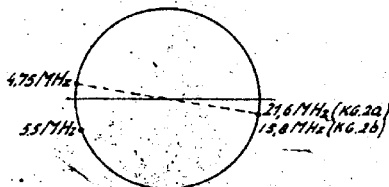

Fig.4
A. De M.F. Kringen. (zie fig.4).
B. De H.F. - en Oscillatorkringen (zie fig.4 en 5.)
3. Wijzer installeren op het trimpunt voor 21,6 MHz (zie fig.4). Een gemoduleerd signaal van 21,6 MHz via de kunstantenne aan de antennebus van het toestel toevoeren.
2. Zet de wijzer op het trimpunt voor 15,8 MHz (zie fig.4) en regel bij een gemoduleerd signaal van 15,8 MHz C29, C18 en C9 op maximum output af.
3. Zet de wijzer nu op het trimpunt voor 8,5 MHz (zie fig.4) en regel bij een gemoduleerd signaal van 8,5 MHz C25 op maximum output af.
2. Zet de wijzer op het trimpunt voor 4,75 MHz (zie fig.4) en regel C30, C19 en C10 bij 4,75 MHz op maximum output af.